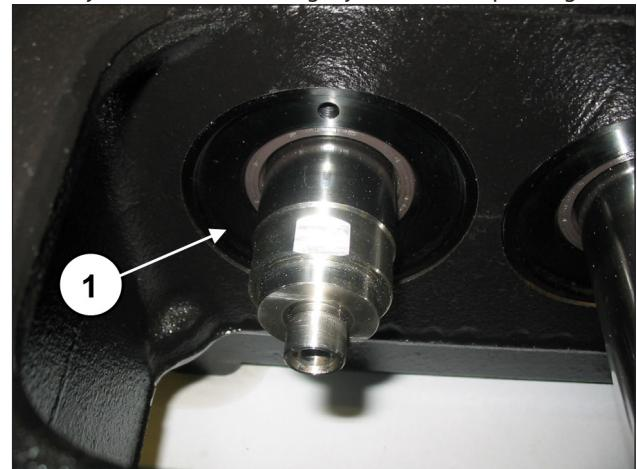
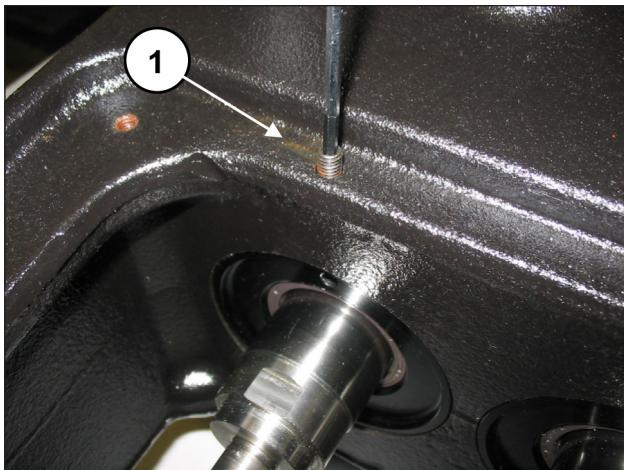

Fig. 95
Fig. 96
Insérer le groupe monté à l'intérieur du carter dans le siège prévu à cet effet, en veillant à ce que le couvercle s'emboîte complètement. (rep. ①, Fig. 95) en veillant à ne pas endommager la lèvre du joint d'étanchéité radial. Visser les couvre-joints SPI à l'aide de 2 goujons M6x30 (rep. ①, Fig. 96).